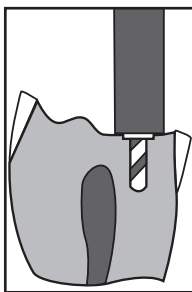
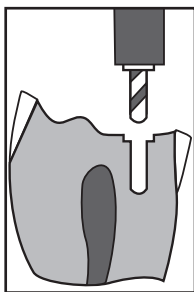

Figure 5
Figure 6
6. Kanal bis zur vollen Tiefe inklusive dem Schulterstop aufbereiten (**Abb. 5**). Der Max Pin Stufenbohrer fertigt automatisch die Versenkung für den MAX Pin Schulterstop (**Abb. 6**).